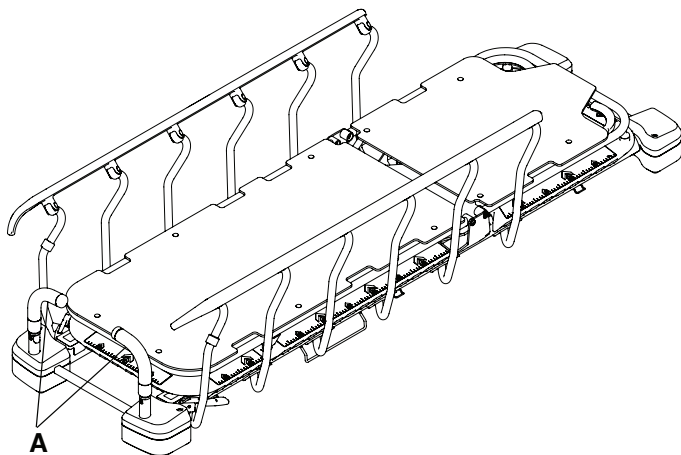

Рисунок 9 – Изменение положения ручек для толкания ножного конца
1. Потяните прямо вверх ручки для толкания (A) на ножном конце — по одной за раз (Рисунок 9).
2. Поверните ручки для толкания ножного конца (A) в положение для применения.